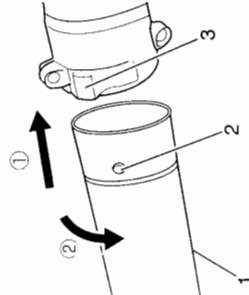

Fig. 1
**Installation de la tuyauterie de soufflerie sur le corps principal de la souffleuse. (Fig. 1)**